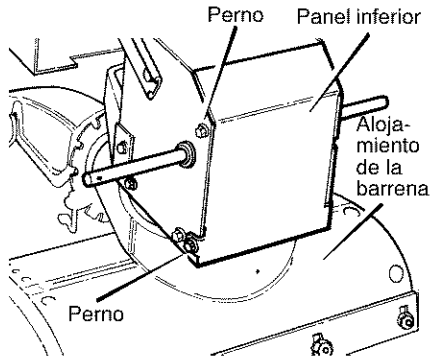

Figura 76
2. Afloje los **pernos** a cada lado del **panel inferior** (Figura 76).